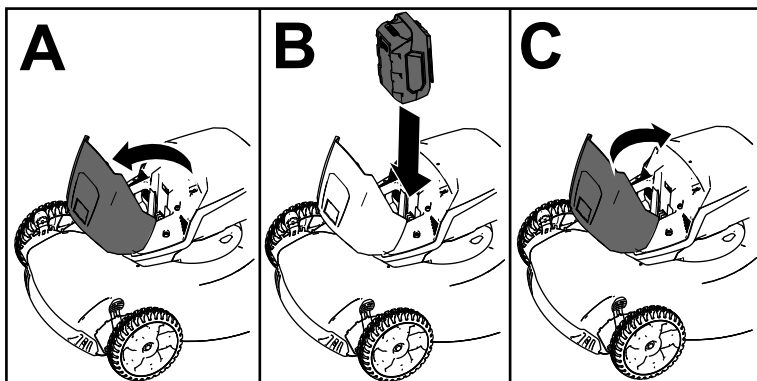

Figura 11
2. Ridicai capacul compartimentului pentru acumulator (A din Figura 11).
3. Alinai canalul acumulatorului cu limba de pe maină i glisai acumulatorul în compartiment până când se fixează prin blocare (B din Figura 11).
4. Închidei capacul compartimentului pentru acumulator (C din Figura 11).